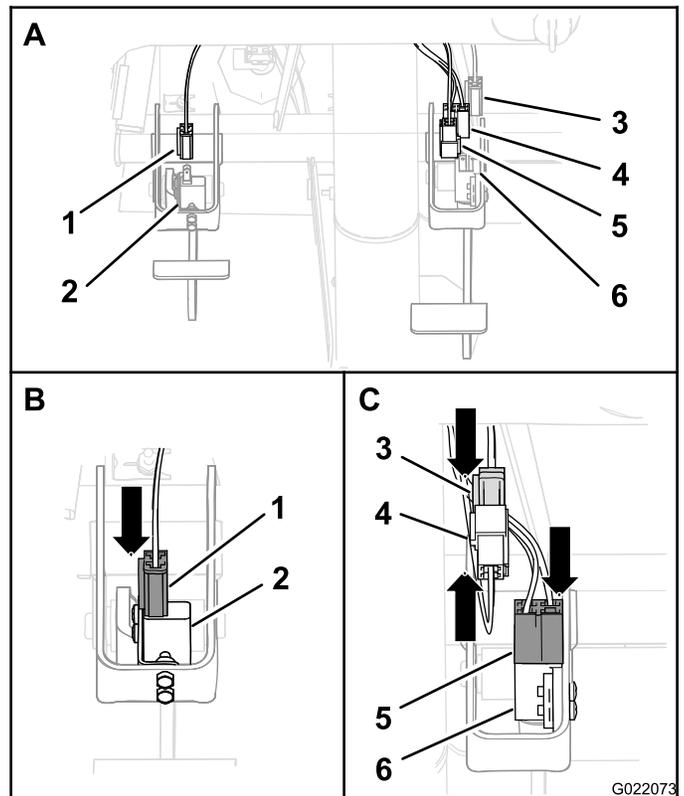

Bild 12
2. Schließen Sie den 2-Buchsen-Stecker vom Kupplungsschalter ab (Bild 12).
- A. Schließen Sie den 4-Buchsen-Stecker am Bremschalter an (Bild 12).
- B. Schließen Sie den 2-Stift-Stecker des Unterbrecherkabelbaums am 2-Buchsen-Stecker des Maschinenkabelbaums an (Bild 12).